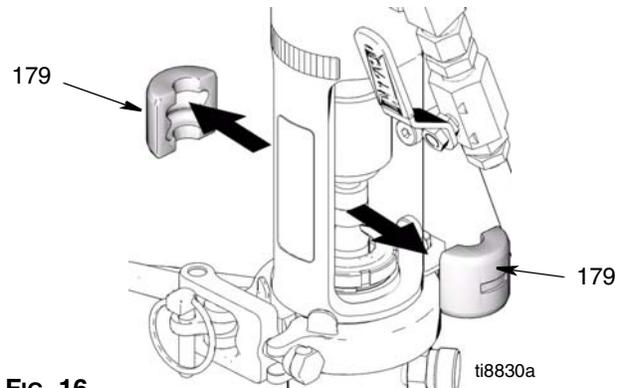

FIG. 16
6. (Fig. 16) Retire los acoplamientos del eje (179).